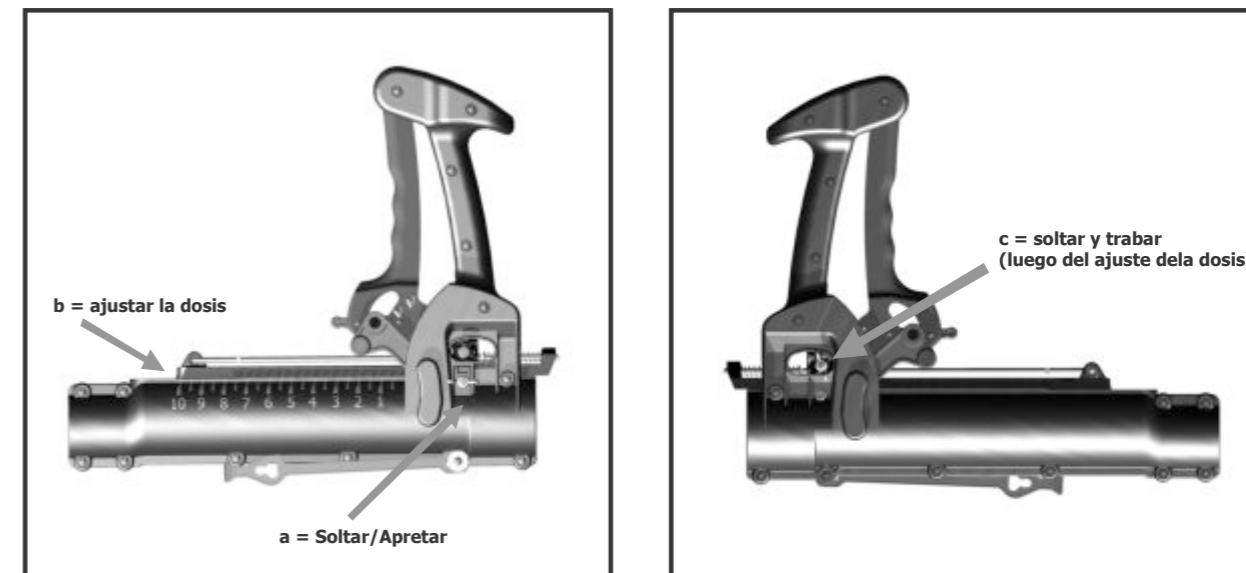

FIGURA 8 Forma de regulación para aplicaciones dosificadas y dirigidas (puntuales).
- Coloque el equipo en la espalda y en posición de operación, con el tubo de descarga apuntando hacia abajo, y conforme la Figura 8 accione el gatillo del comando sobre la lona de recolección por al menos 30 segundos;
Todos los valores de dosificación en las tablas 1 y 2 fueron obtenidos con el conjunto de descarga posicionado a 30 grados de inclinación en relación al suelo. DE MANEIRA PRÁCTICA, DIRECCIONANDO LA SALIDA DE LA DESCARGA EN EL LUGAR DE SU PRÓXIMO PASO, COMO MUESTRA LA FIGURA 8 ABAJO, LA APLICACIÓN ESTARÁ DENTRO DEL ÁREA IDEAL.
Para realizar las alteraciones de regulación del dosificador de la marcación Nº 0,5 a 10, observe la **Figura 8** y siga los pasos abajo: